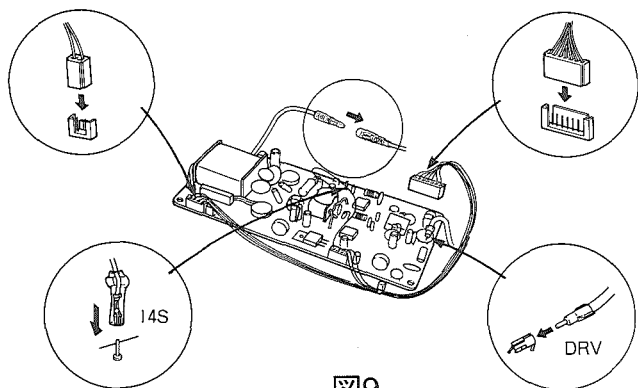

図9
15. 赤色の線材(ギボシ端子)を接続します。(図9)
16. 14S端子へ線材(赤色)を接続します。(図9)
17. DRV端子へ下側からきている同軸ケーブルを接続します。(図9)
18. 電源ユニットからでてくる配線(白と黒)を2ピンコネクターに接続します。(図9)
19. 100Wファイナルユニットからでている配線を電源ユニットのCN1コネクタに接続します。(図9)